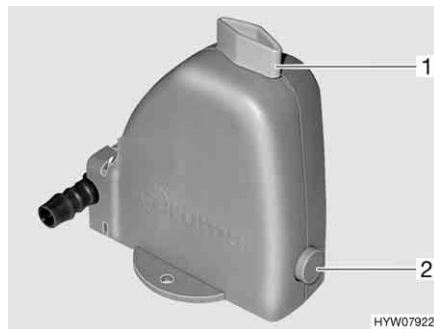

Bild 213 Varmvattenberedarens säkerhets-/avtappningsventil
Varmvattenberedaren är utrustad med en säkerhets-/avtappningsventil (Bild 213). Säkerhets-/avtappningsventilen gör så att vattnet i varmvattenberedaren inte kallnar när det är frost och värmen inte är påslagen.
- Säkerhets-/avtappningsventilen stängs. Ställ vredet (Bild 213,1) diagonalt mot säkerhets-/avtappningsventilen och tryck in tryckknappen (Bild 213,2).
- Öppna säkerhets-/avtappningsventil. Vrid då vredet (Bild 213,1) mot säkerhets-/avtappningsventilen. Tryckknappen (Bild 213,2) skjuts ut. Nu töms varmvattenberedaren via säkerhets-/avtappningsventilen utomhus.